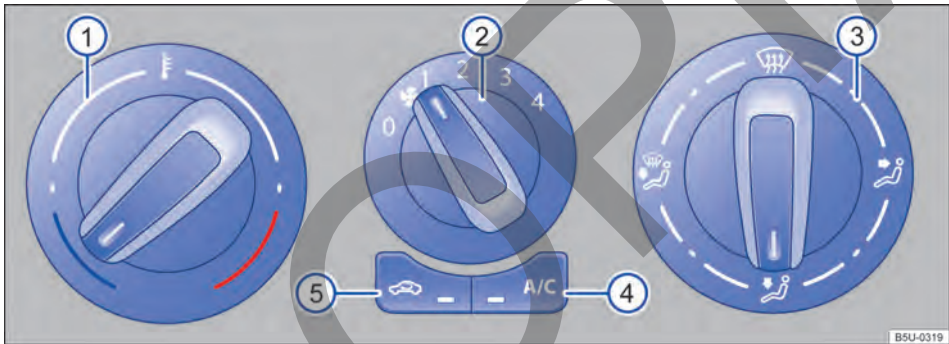

Fig. 71 Comandos del aire acondicionado.
- *Aire acondicionado*: girar el regulador del ventilador al nivel 0 → fig. 71 ②.
- *Aire acondicionado*: girar el regulador giratorio izquierdo → fig. 71 ① para regular la respectiva temperatura.
- *Aire acondicionado*: girar el regulador del ventilador → fig. 71 ②.
- *Aire acondicionado*: girar el regulador de la derecha → fig. 71  a la posición deseada.